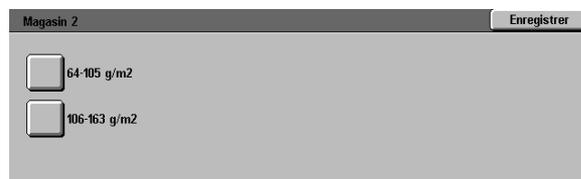

Figure 8 : Écran de paramétrage d'un magasin
- 4 Appuyez sur la touche **Modifier** pour afficher l'écran de paramétrage du magasin sélectionné. Un exemple d'écran de paramétrage est donné Figure 8.